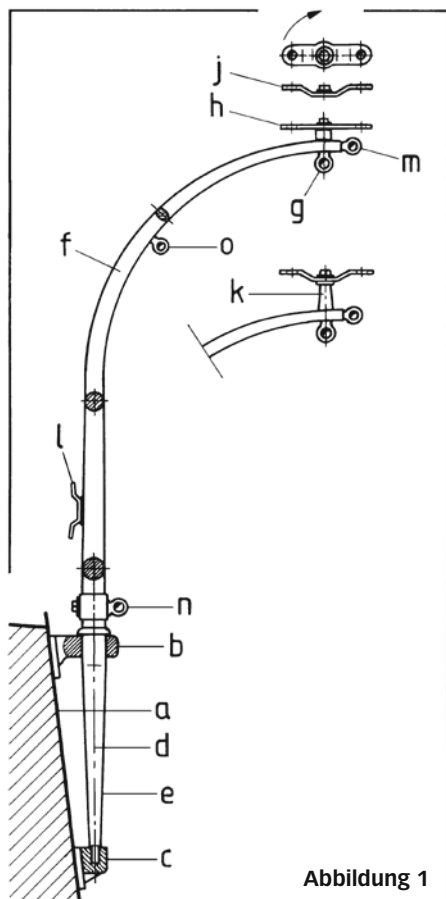
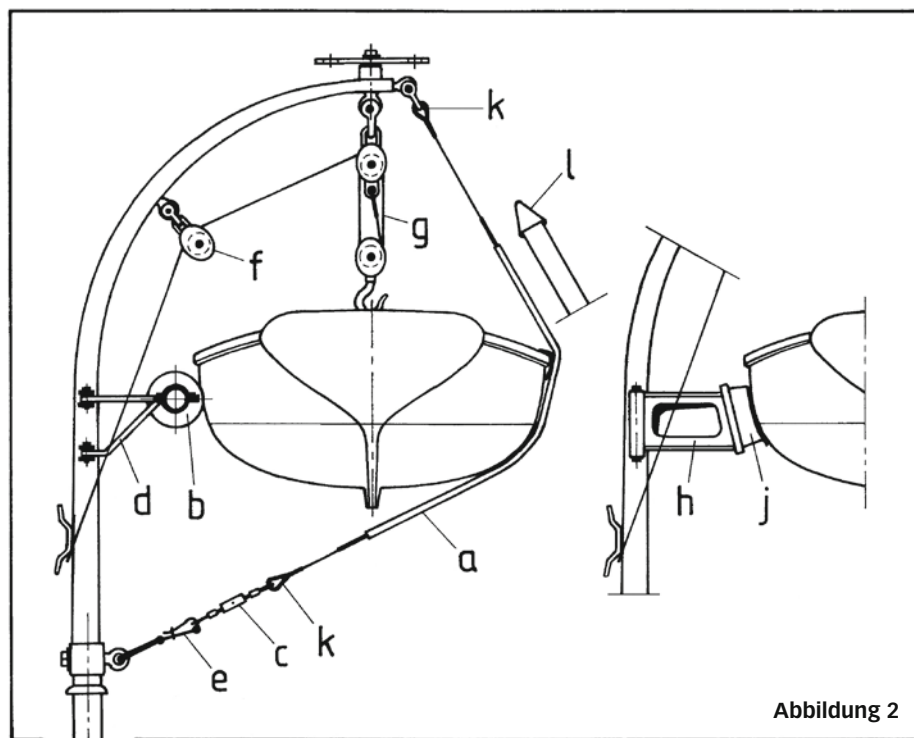

Abbildung 1
Abbildung 2
Bei Abbildung 1 habe ich einen typischen Drehdavit dargestellt. Die Ausladung der Davits muss reichlich groß sein, damit das Boot bei Krängung des Schiffs an der „hohen Seite“ bis zu einer Schräglage von 15° und bei bis zu 10° Längstrimm noch zu Wasser kommt. Gelegentlich werden auch Gleitspanten an den Bootsseiten angebracht, damit sie sicher über Hindernisse an der Bordwand gleiten können. Zu einer Aussetzvorrichtung gehören fast immer zwei Stück, die auch vollkommen gleich sind. Die Bord-
Die Zurrbrooken (a in Abbildung 2) sind breite, aus Segeltuch gefertigte Bänder/Gurte. Sie pressen das Boot im ausgeschwungenen (!) Zustand seefest gegen einen Zurrbaum (b), welcher auf Baumstützen (d) liegt, oder gegen Rahmenstützen (h) mit angepassten und lederbezogenen Satteln (j), sodass das Boot bei Seegang nicht unkontrolliert schwingen kann. Um senkrechte Achsen sind diese Stützen schwenkbar. (g) ist die Heißtalje und (f) der bei Abbildung 1 erwähnte Wegweiserblock. Die Drahtseile der Brooken haben an den Enden eingespießte Kauschen (k) und die Bänder Herzaugen (l). Damit man sie steifsetzen kann, hat jede Brook eine Spannschraube (c) und für ein schnelles Loswerfen Sliphaken (e). Die Brooken fahren vom Davitkopf (m in Abbildung 1) zum Auge (n) am gleichen Davit oder – meistens – gekreuzt zum Auge am Fuß des anderen Davits. Bei schweren Booten sieht man auch gekreuzte Zurrbrooken und gleichzeitig „senkrechte“.
Oft sind die Enden leicht konisch gedreht und sie sind meist länger als es das Abstandsmaß der Davits (c) verlangt. Mit (a) habe ich die Wasserlinie der Höhe eingezeichnet, wo der Zurrbaum an der Bootsschale anliegt. Die ledergepolsterten Verdickungen (b) sind in dem Fall entsprechend konisch gemacht (A). Bei (B) sieht man zylindrische Anlagen und bei (C) Wicklungen aus starkem Tauwerk. Seltener haben die Zurrbäume vierkantige Enden (C rechts). Die Baumstützen (d)(h nach Abbildung 2) müssen schon deshalb ein Scharnier haben, dass sie sich beim Andrücken des Boots mit den leder-